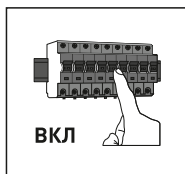

Рисунок 5.4
5.4.5. Увімкніть подачу електроенергії та переконайтесь, що світильник знаходиться в робочому стані (рис. 5.4).